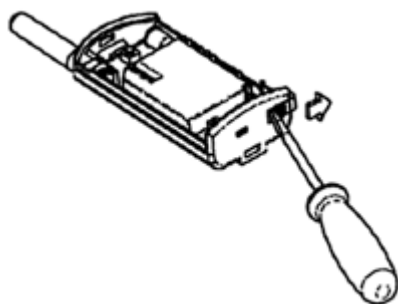

Рисунок 1
- 4 Снять кнопку-рычаг, сдвинув его вправо отверткой, рисунок 1.